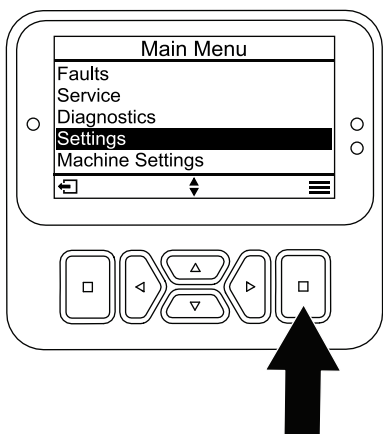

Figura 24
1. En el menú PRINCIPAL, vaya al menú AJUSTES y pulse el botón Seleccionar (Figura 24).